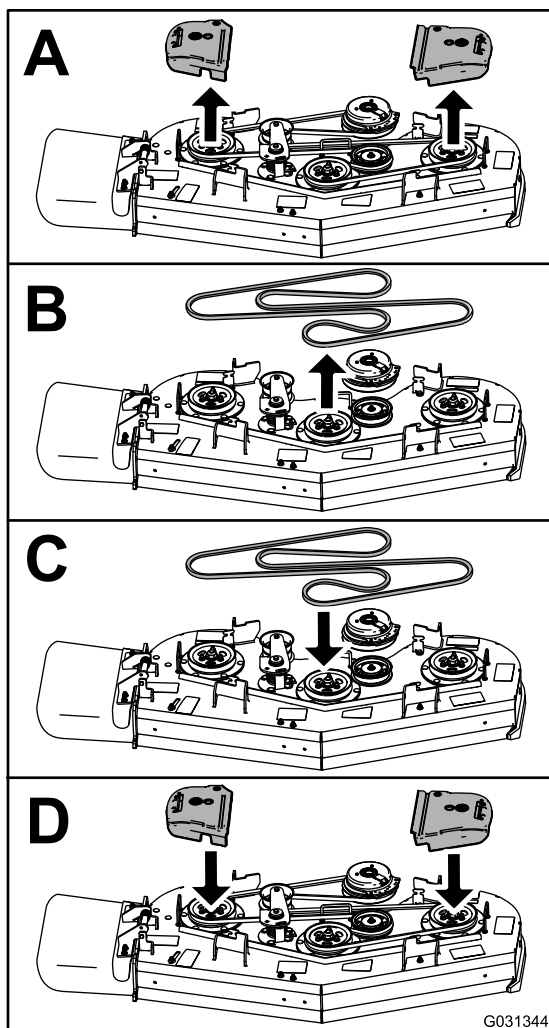

Figura 70
3. Sustituya la correa según se muestra en Figura 70.